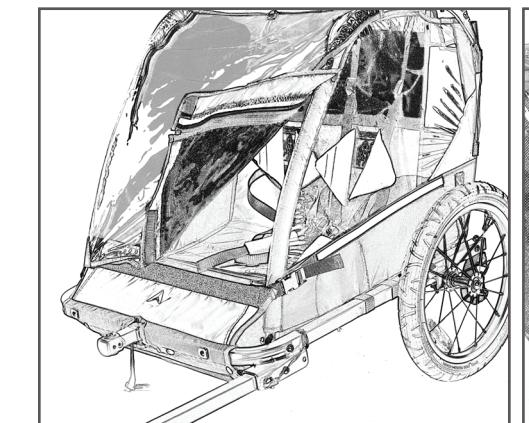

図18
- ロールアップ・ウインドウがトレーラーの前面を向いている状態になるよう、Four-Season Cover でトレーラーを覆います(図18)。